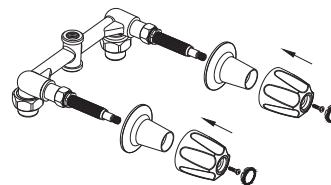

Fig.6
C. Posez les ensembles de poignée (01#, 02#, 03#) (voir la Fig. 6).